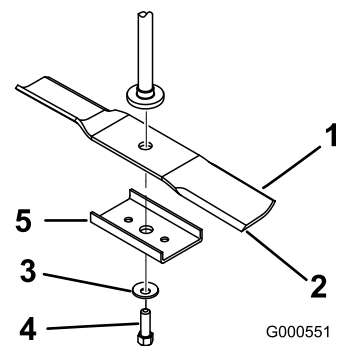

Figure 56
Tenez la lame à son extrémité avec un chiffon ou un gant épais. Enlevez de l'axe, le boulon, la rondelle bombée, le renfort et la lame (Figure 56).
1. Placez la lame sur l'axe (Figure 56).
- Montez le renfort, la rondelle bombée (face concave vers la lame) et le boulon de lame (Figure 56).